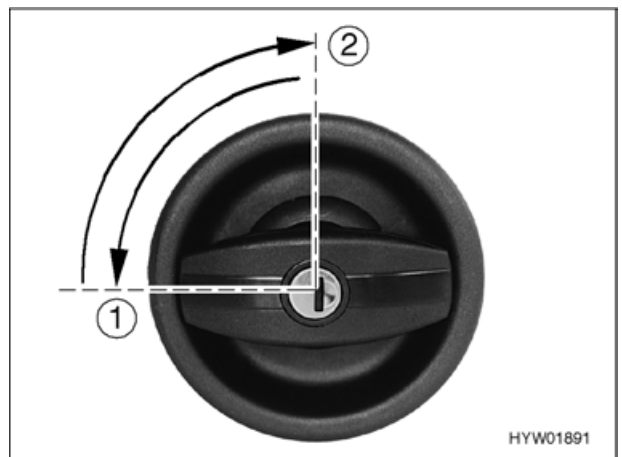

Bild 15 Türschloss Eingangstür, außen, schließen
- Schlüssel in Schließzylinder stecken und eine viertel Umdrehung entgegen dem Uhrzeigersinn drehen (Bild 15,1).
- Schlüssel in Mittelstellung zurückdrehen (Bild 15,2) und abziehen.